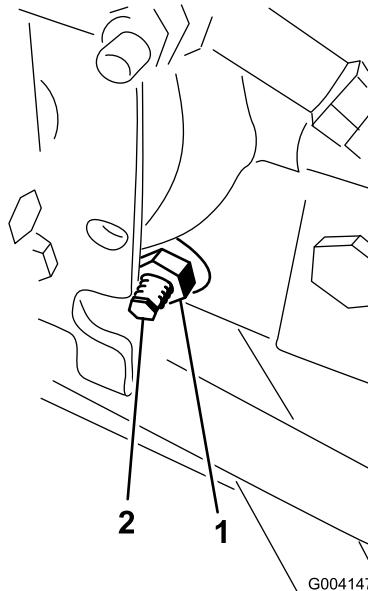

図 68
3. ハイドロスタッットの右側にあるトラクション調整カムのロックナットをゆるめる（図 68）。